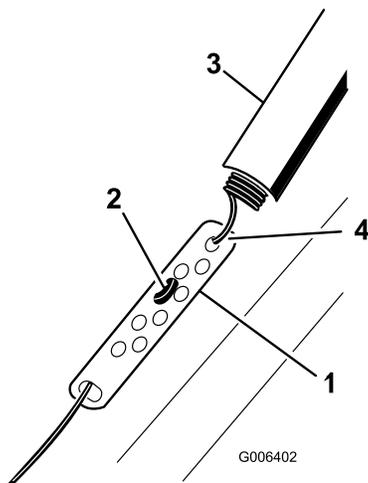

Figure 9
1. Remontez la protection du ressort et décrochez le ressort de la biellette de réglage (Figure 9).
obtenir un écart de 2 à 3 mm (1/16 à 1/8 po) entre la barre de commande et le guidon (Figure 9).